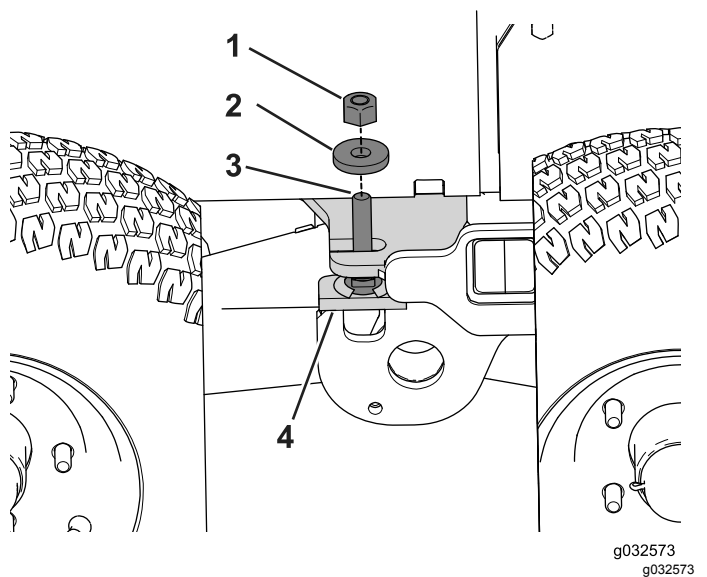

Figura 104
2. Retire la contratuercas y la arandela de la varilla roscada del tope del bogie (**Figura 104**).
9. Instale y apriete la arandela plana (1/2") y la contratuerca en el conjunto de giro del bogie (Figura 104).